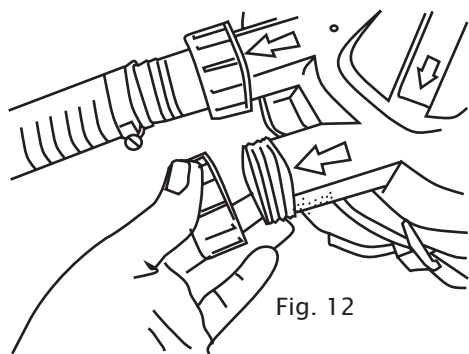

Fig. 12
16. No saco de acessórios, você também encontrará uma porca cega. Ela deve ser instalada na saída de drenagem para evitar qualquer vazamento que possa ocorrer. Apertar com a mão é suficiente. Fig. 12